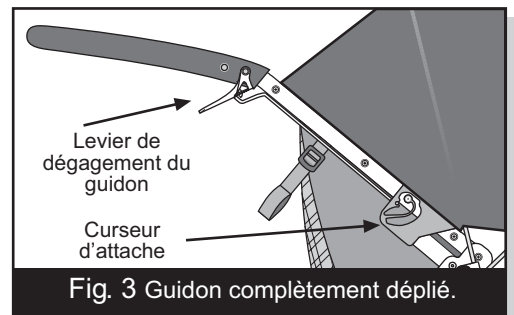

**Fig. 1 Description de la poussette BOB Revolution Duallie.**
Les diverses parties de la poussette sont illustrées à la figure 1.
**10. LA TOILE DE PROTECTION SOLAIRE :** La poussette est munie d'une toile de protection solaire à deux positions que l'on peut régler différemment pour chaque siège. Pour ouvrir entièrement la toile, déployez l'armature vers l'avant jusqu'à ce que le tissu soit bien tendu. Le rabat arrière de la toile devra être libéré de son attache velcro afin de fournir une plus grande protection contre le soleil. Pour réduire la taille de la toile de protection, tirez-la en direction du guidon. Le tissu en surplus pourra être ramené en tirant sur les cordons de la toile (Fig. 1) et en serrant l'autobloqueur.